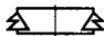
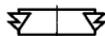
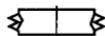

图 5
图 6
图 7
3.1.4 封隔器的锚定部分基本图例：单向卡瓦向下锚定部分图例如图 5 所示，单向卡瓦向上锚定部分图例如图 6 所示，双向卡瓦锚定部分图例如图 7 所示，锚爪锚定部分图例如图 8 所示。
3.1.5 封隔器自带锚瓦图例由图 1~图 4 中的图例与图 5~图 8 中的图例任意组合而成，示例如图 9 所示。